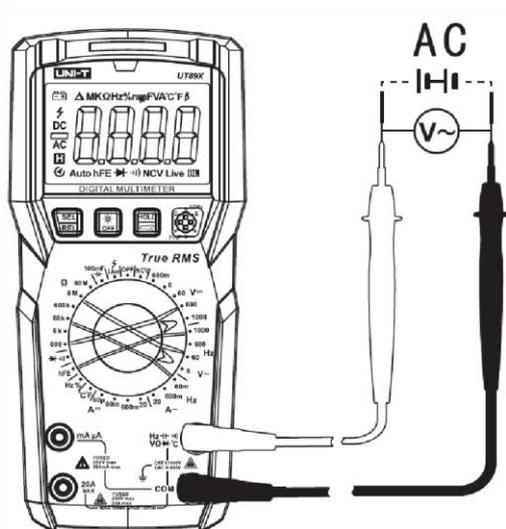

Рисунок 4
9.2 Измерение переменного напряжения (Рисунок 4) 1)